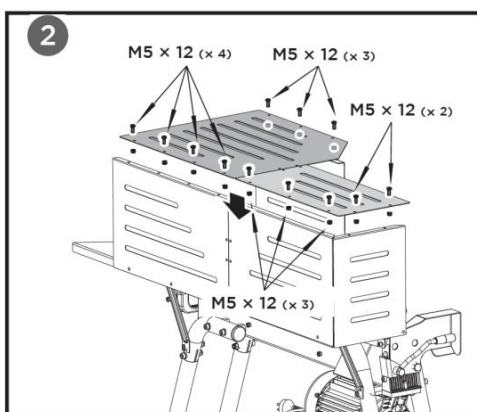

Fig. 11a
2. Montare le due piastre di protezione superiori (m e n) sulle piastre verticali con bulloni e dadi M5x12 (K). Vedere Fig. 11a.